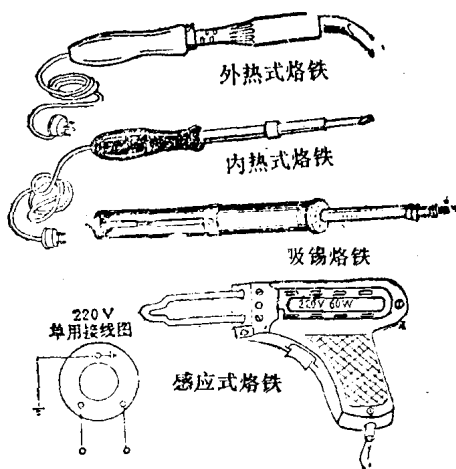

图1-4 电烙铁
1. 电烙铁的种类。 见图1-4所示。主要分内热式、外热式和感应式三种。为了修理电器的方便,还生产了一种吸锡烙铁。它能把元件腿上的焊锡吸到烙铁柄内部的空腔中,以便元件的拆卸。